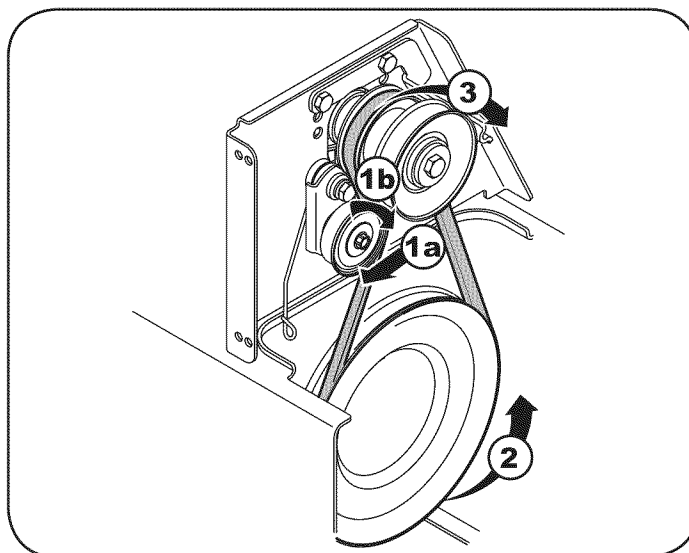

Figura 35
- a. Tire de la polea polea lejos de la parte trasera de la unidad cinturón para aliviar la tensión. Vea la Figura 35.